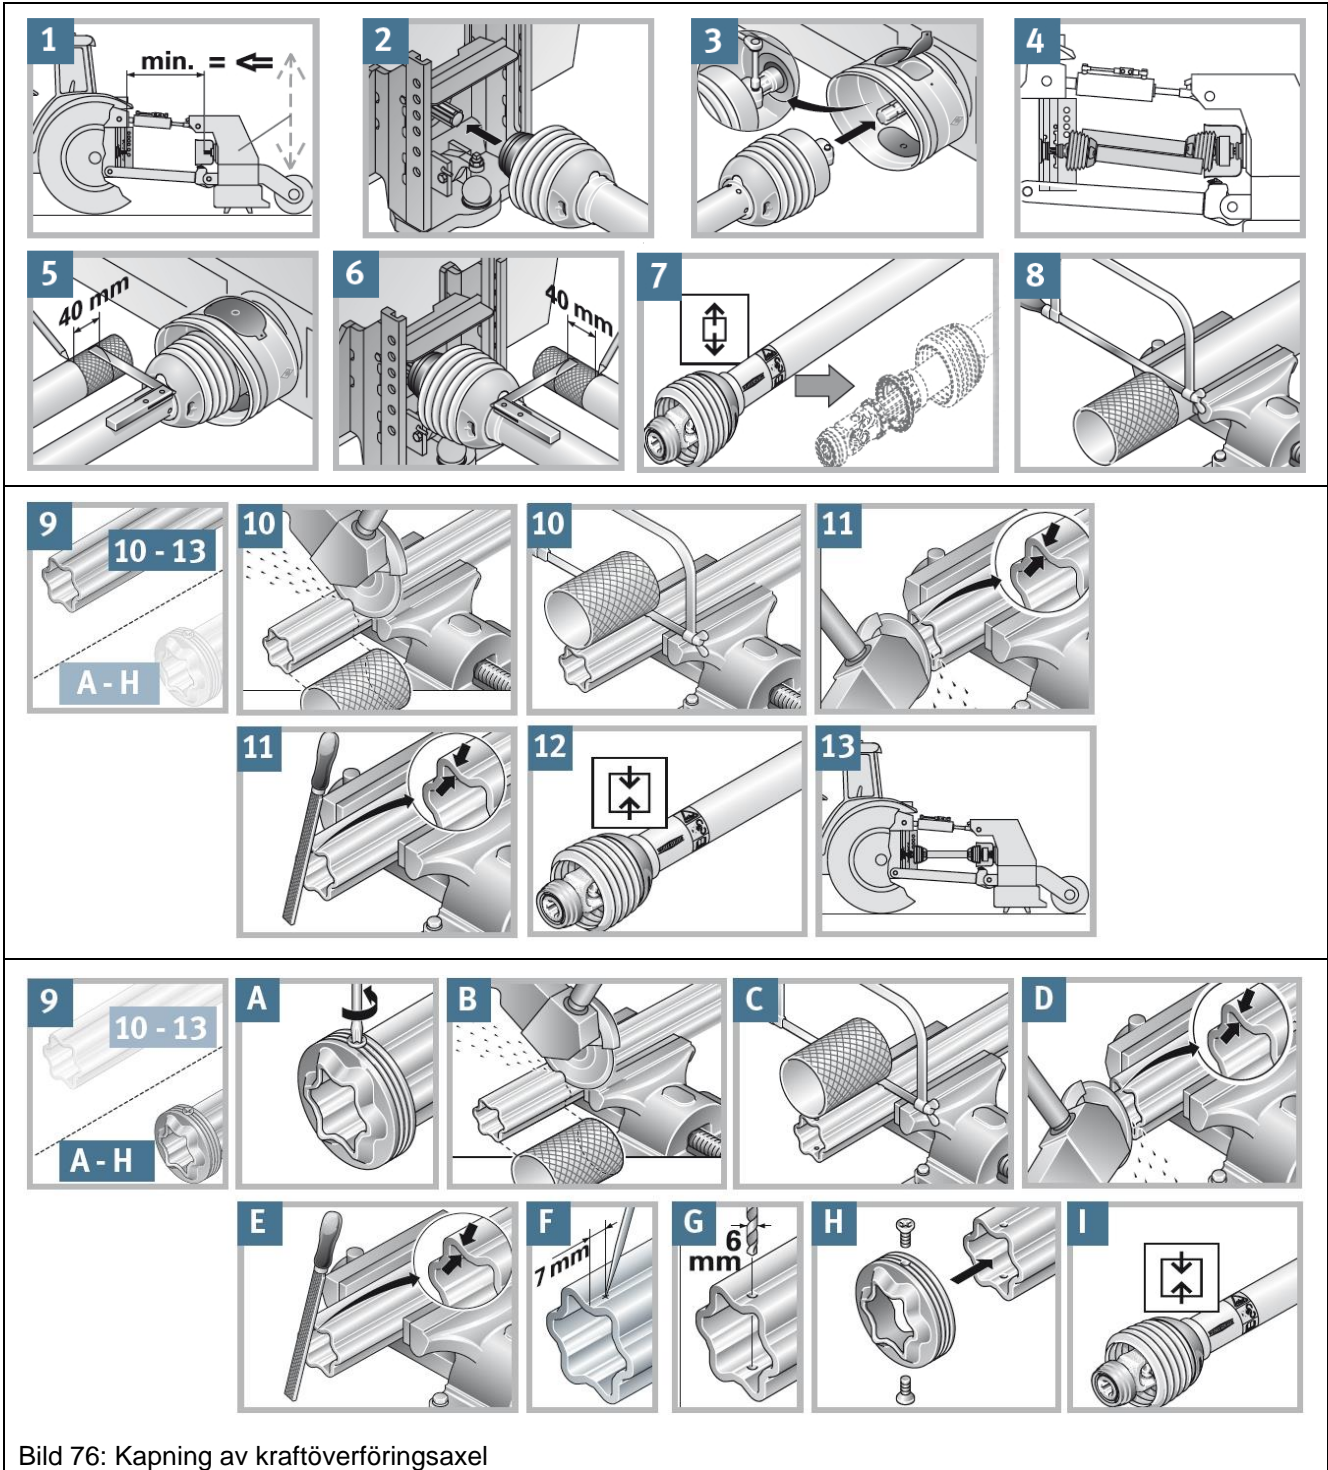

Bild 76: Kapning av kraftöverföringsaxel
- Utför följande steg (Bild 76):